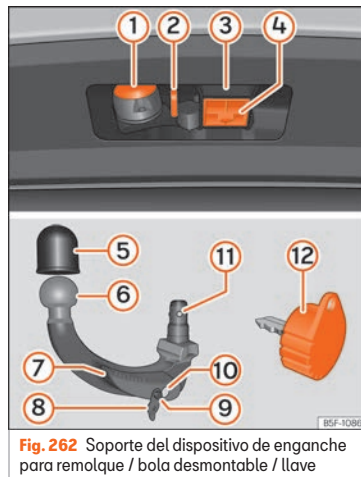

Fig. 262 Soporte del dispositivo de enganche para remolque / bola desmontable / llave
Legenda de la »» fig. 262
- Extraiga el tapón de alojamiento del gancho (4) » fig. 262 hacia abajo.